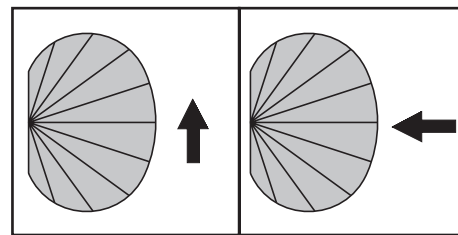

FIG.2
- Los sensores detectan mejor objetos moviéndose a través del área de cobertura que moviéndose longitudinalmente (Ver FIG.2)